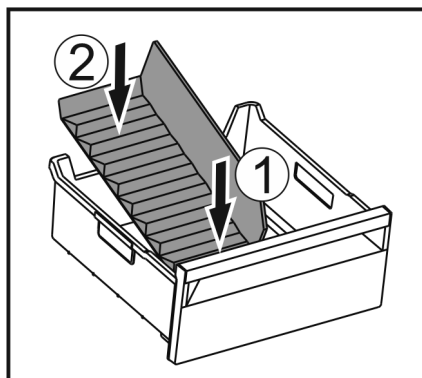

Fig. 179
- ▶ Поставете предната част на разделителя на отделението за лед. Fig. 179 (1)
- ▶ Спуснете задната част на разделителя на отделението за лед до дъното на чекмеджето. Fig. 179 (2)